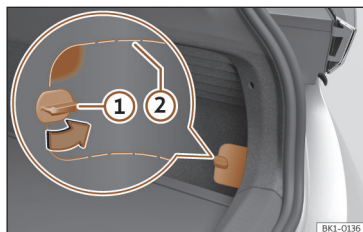

Fig. 72 Sur la partie inférieure droite de la garniture du coffre : cache avec lignes de coupe.
- Faites pivoter la fermeture du cache de 90° >>> **fig. 72** .
- Pressez la surface vers l'intérieur depuis le haut de l'ouverture >>> **fig. 72** (zone marquée).
- Passez la main dans l'ouverture et détachez le cache en le tirant. Selon les cas, appliquez un objet approprié sur les lignes de coupe >>> **fig. 72** .